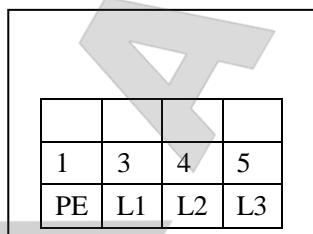

Рис. 22
- Подключение силового провода: подключить трехфазный четырехжильный силовой провод 400В ( $4 \times 2,5\text{мм}^2$ ) к контактам ввода L1, L2, L3 и PE в шкафу управления; подключить в первую очередь провод заземления PE к выводу с символом заземления (рис. 22), вывод с символом заземления находится на нижней части обеих платформ.